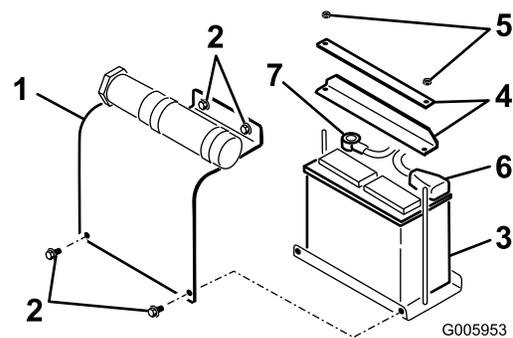

図 5
1. バッテリーカバーを固定しているボルト4本を外して、バッテリーカバーを取り外す(図 5)。
2. バッテリー固定用のバーとナットを外す(図 5)。
5. プラットフォームにバッテリーを取り付ける (図 5)。
6. 先ほど取り外したナットとバーで、バッテリーをシャーシに固定する (図 5)。
7. バッテリーのプラス端子にプラス (赤) ケーブルを接続する (図 5)。ゴムカバーをかぶせる。
8. バッテリーのマイナス端子にマイナス (黒) ケーブルを接続する (図 5)。
9. バッテリーカバーを取り付ける (図 5)。